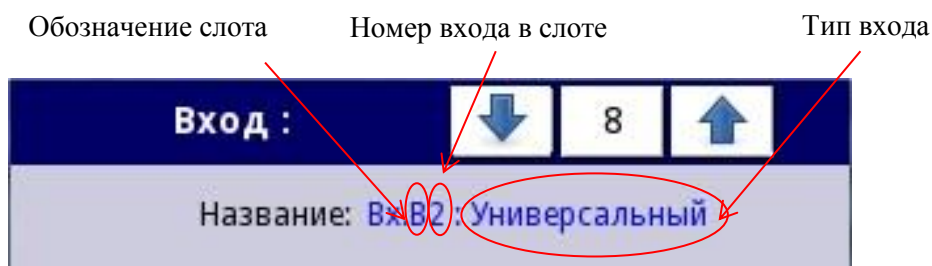

Рисунок 2.57
– **«Название»** – каждый встроенный вход уже имеет название, присвоенное ему РМТ 29, и пользователь не может его изменить (см. рисунок 2.57).
– «**Название**» – каждый встроенный вход уже имеет название, которое пользователь не может изменить (см. рисунок 2.57).